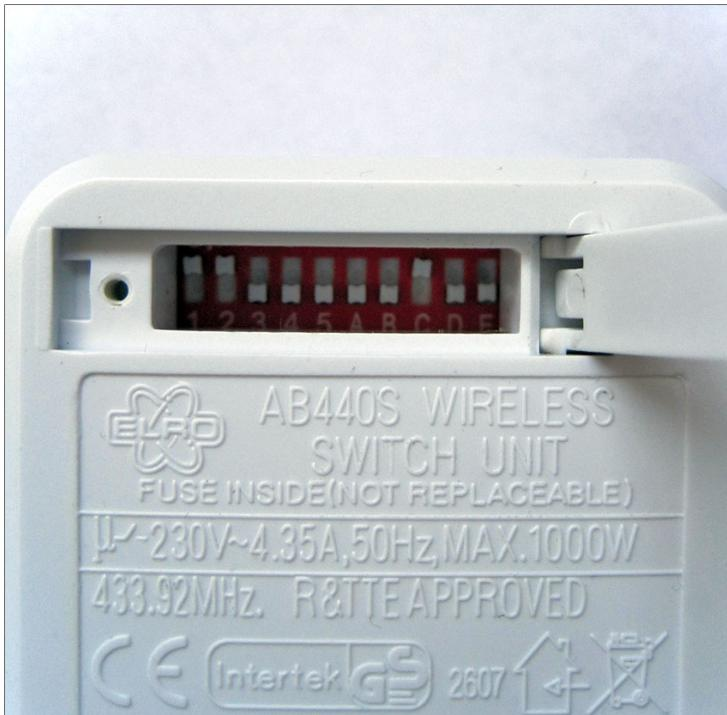

Abbildung 30.3 Hier wurde als Systemcode 11000 eingestellt, als Gerätecode 00100.
2. Wählen Sie durch die Jumper einen Systemcode (siehe Abbildung 30.3).
Der erste Schritt ist nun getan. Wenn Sie alles richtig angeschlossen haben und eine Funksteckdose in der Nähe ist, so können Sie bereits den ersten Befehl senden. Zuerst müssen wir uns allerdings noch mit der *Übersetzung* der System- und Gerätecodierung befassen: Die gängigen Funksysteme haben pro Codegruppe fünf Jumper, die entweder auf High oder Low bewegt werden können. Bei unserem Beispielgerät sind die Jumper des Systemcodes mit 12345 und die Jumper des Gerätecodes mit ABCDE gekennzeichnet (siehe Abbildung 30.3). Beim Systemcode ist jede binäre Kombination der Jumper zulässig; beim Gerätecode darf hingegen nur *ein* Jumper gesetzt werden. Er bestimmt einen Wert zwischen 1 und 5.
Für unser Beispiel (siehe Abbildung 30.3) lautet ein Befehl zum Einschalten also: